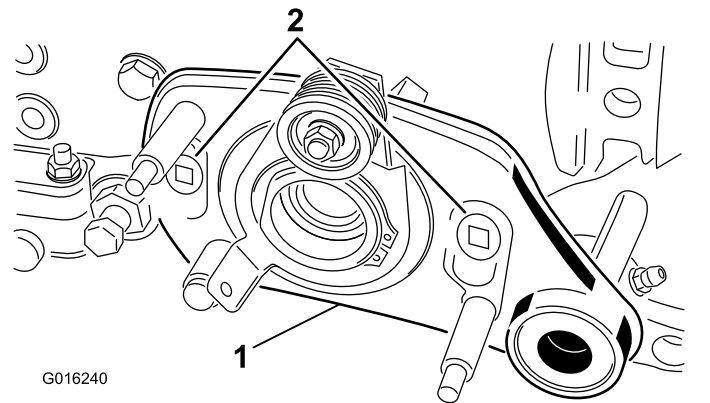

Figura 10
7. Coloque el conjunto de la placa de la transmisión del groomer en el bastidor de la unidad de corte y sujételo al bastidor con 2 pernos de cuello largo (Figura 10). Asegúrese de que la placa de la transmisión gira sin problemas tras las instalación.